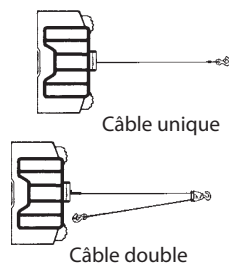

Figure 2
1. La charge maximum de travail se trouve sur l'enroulement de câble le plus proche du tambour. NE SURCHARGEZ PAS LE TREUIL. N'EFFECTUEZ PAS DE LONGUES TRACTIONNEMENTS SUR DES CHARGES ÉLEVÉES. Les surcharges peuvent endommager le treuil et/ou le câble, et créer des conditions de fonctionnement dangereuses. POUR DES CHARGES SUPÉRIEURES À 1000 LIVRES (454 kg), NOUS RECOMMANDONS L'UTILISATION D'UN PALAN OPTIONNEL POUR DOUBLER LE CÂBLE (FIGURE 2). Ceci réduit la charge sur le treuil et la contrainte sur le câble d'environ 50 %. Fixez le crochet à la partie portant la charge. **Le moteur du véhicule doit être en fonctionnement pendant le treuillage.** Si un grand nombre de treuillages est réalisé avec le moteur à l'arrêt, la batterie peut être trop faible pour redémarrer le moteur.